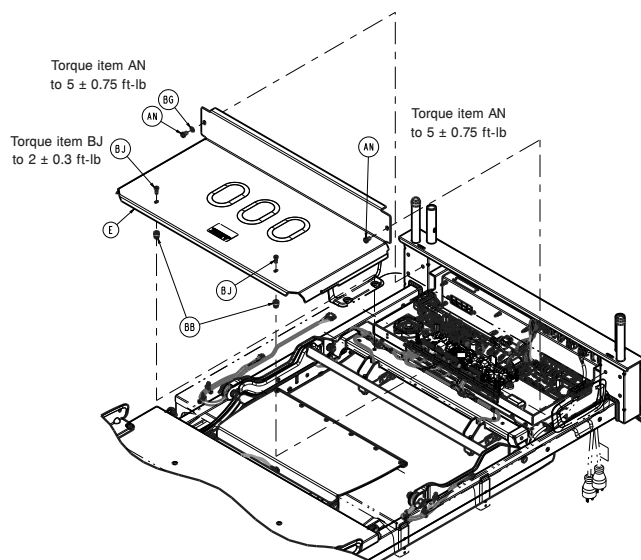

Figura 7 – Îndepărtarea capacului
14. Folosind o șurubelniță T25 Torx, scoateți cele două șuruburi (BJ) care fixează capacul cutiei electronice a tărgii (E) pe ansamblul cutiei electronice (Figura 7). Păstrați șuruburile.
15. Folosind o șurubelniță T30 Torx, scoateți cele două șuruburi (AN) care fixează capacul cutiei electronice a tărgii (E) pe ansamblul cutiei electronice (Figura 7). Păstrați șuruburile și capacul.
17. Folosind o șurubelniță T25 Torx, reinstalați cele două șuruburi (BJ) pentru a fixa capacul cutiei electronice a tărgii (E) pe ansamblul cutiei electronice (Figura 7).
18. Folosind o șurubelniță T30 Torx, reinstalați cele două șuruburi (AN) pentru a fixa capacul cutiei electronice a tărgii (E) pe ansamblul cutiei electronice (Figura 7).